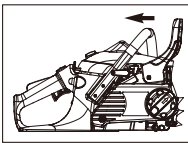

Fig. 3A
2. Sørg for at CHAIN BRAKE®-spaken er trukket tilbake i DISENGAGED (Deaktivert)-posisjonen. (Fig.3A)